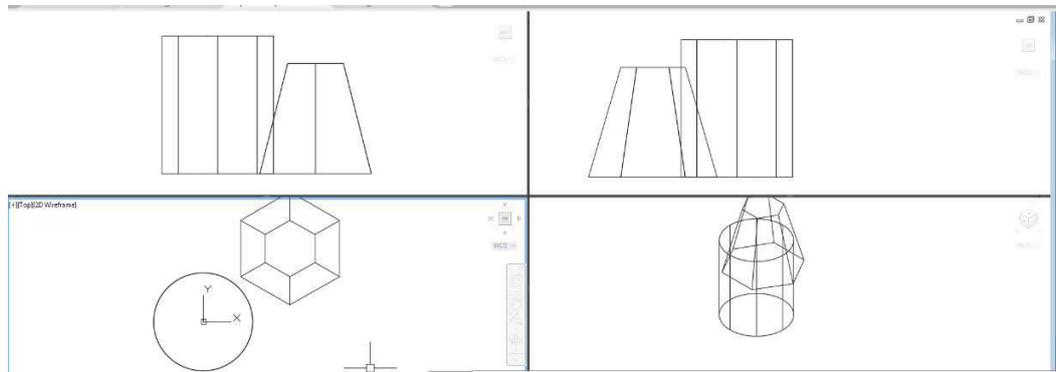

Рис.5.14
- Далі будемо зрізану піраміду (рис.5.14). Вона знаходиться від початку координат на відстані  $X=35$ ,  $Y=30$  (треба враховувати напрямок осей).